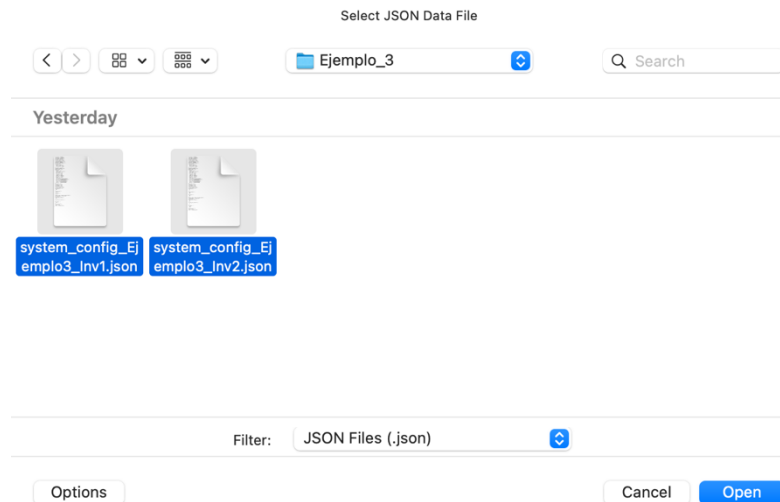

Figura 3.8. Información inicial seleccionada y cargada del tab CEN.
Paso 1. Se inicia con la selección de los archivos .JSON de configuración del sistema. Dado que para la planta fotovoltaica de ejemplo se tienen dos archivos, ambos son seleccionados de forma simultánea (Ver Figura 3.8). **Nota:** Es importante tener en cuenta que estos se cargan según el orden alfabético del nombre de los archivos y asimismo son ejecutados.